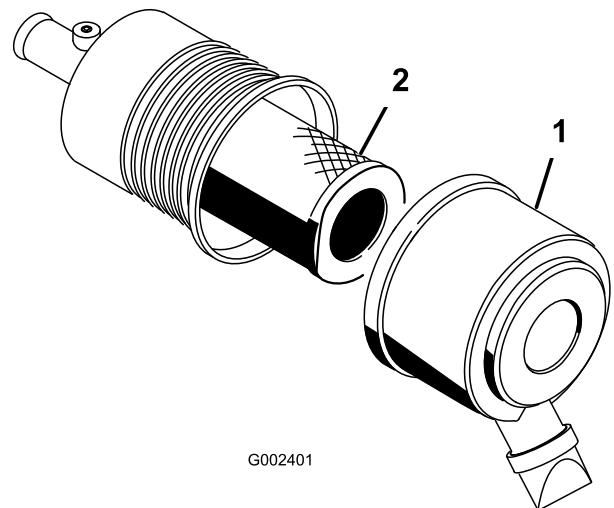

Figura 51
1. Rilasciate i fermi che fissano il coperchio del filtro dell'aria al relativo corpo (Figura 51).
2. Togliete il coperchio dal corpo del filtro dell'aria (Figura 51).
4. Togliete il filtro e sostituitelo (Figura 51).